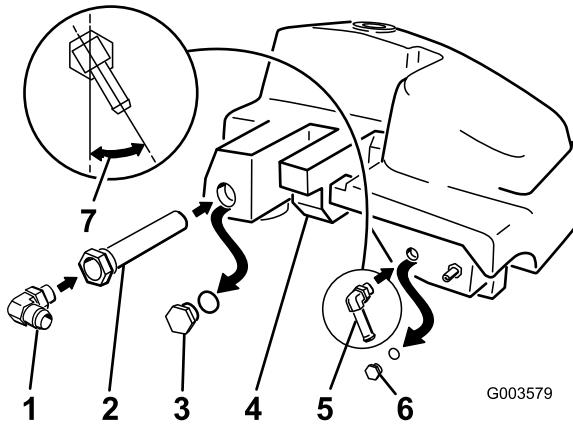

Figura 8
4. Instale el codo de 90 grados pequeño con espiga en el orificio del que retiró el tapón pequeño (Figura 8).